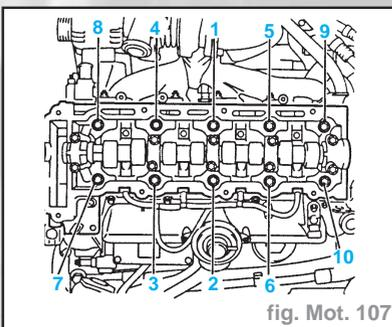

fig. Mot. 107
- Serrer les vis de culasse avec **MKM-610** et **KM-470-B** en décrivant une spirale de l'intérieur vers l'extérieur selon l'ordre décrit sur la figure (fig. Mot. 107).